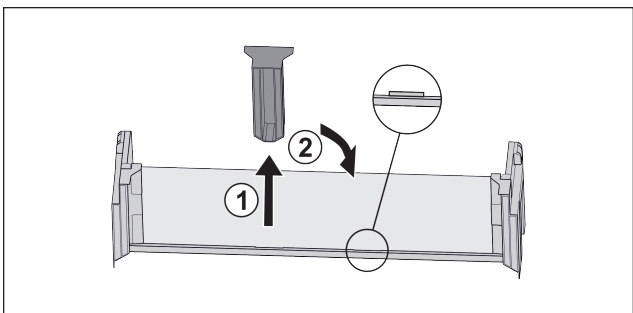

Fig. 79
- ▶ Vedä keskimmäinen kiinnitysosa pois Fig. 79 (1).
- ▶ Aseta keskimmäinen kiinnitysosa toiseen asentoon Fig. 79 (2).